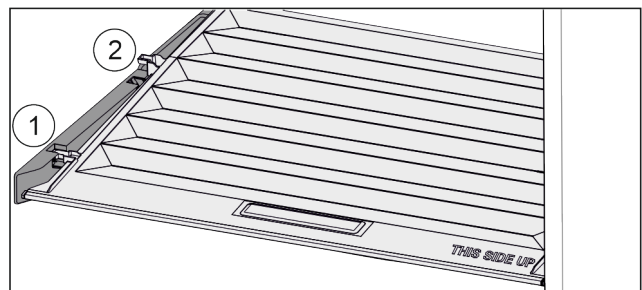

Fig. 84
- ▶ Deksel tot de opening in de vasthoud delen naar voren trekken Fig. 84 (1).
- ▶ Aan de achterkant vanaf de onderkant omhoog tillen en vanaf de bovenkant verwijderen Fig. 84 (2).